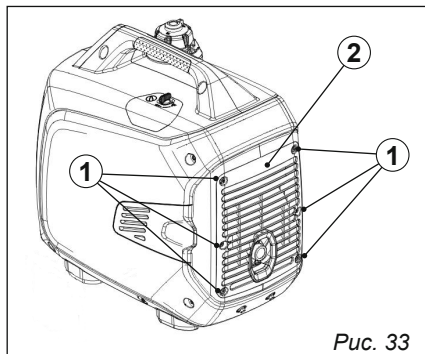

Рис. 33
1. Отвинтите винты ①, а затем снимите крышку ②, рис. 33.